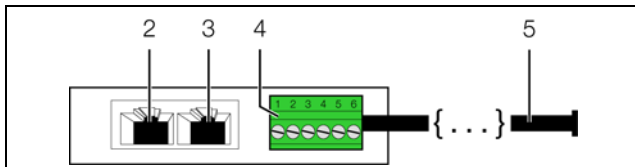

Рис. 2: Задняя сторона датчика утечки
- Подключите штекер сенсорного шнура к универсальному разъему (рис. 2, поз. 4).
- Соедините датчик утечки кабелем CAN-Bus с интерфейсом CAN-Bus Процессорного блока СМС III или с соседним компонентом в шине CAN-Bus (рис. 2, поз. 2).
- При необходимости подключите ко второму, свободному интерфейсу CAN-Bus датчика утечки (рис. 2, поз. 3) следующий компонент (например, датчик другого типа).